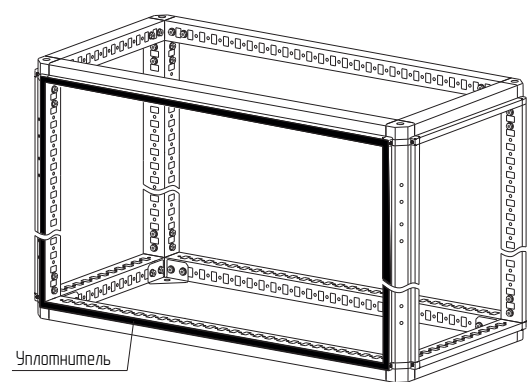

Рисунок 64
4.37.2 Приклеить уплотнитель по контуру на один из каркасов, в месте соединения (рисунок 64), так чтобы место стыка уплотнителя было в нижней горизонтальной части каркаса.